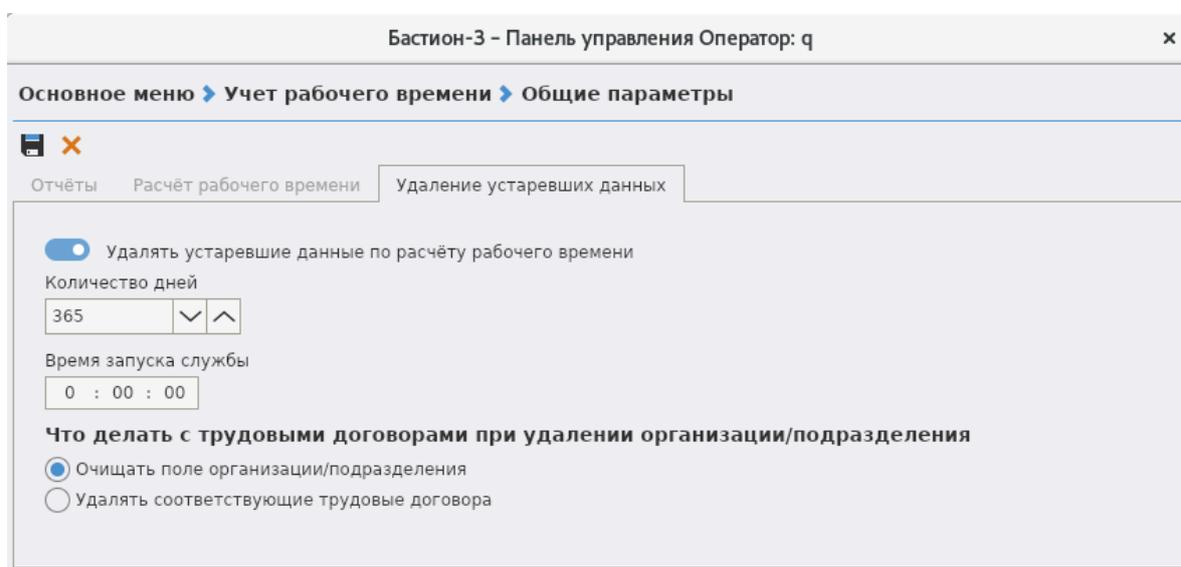

Рис. 6. Форма общих параметров, закладка «Удаление устаревших данных»
На закладке «Удаление устаревших данных» задается время запуска службы по очистке старых данных по УРВ, количество дней, за которые следует продолжать хранить ранее рассчитанное отработанное время, а также определяется правило работы с трудовыми договорами при удалении организации/подразделения (Рис. 6).
**Внимание!** Проверка на необходимость удаления устаревших данных производится всякий раз при перезапуске системной службы ПК «Бастион-3» («Бастион-3: локальный агент»). Если при этом удаление устаревших данных отключено, то следующая проверка будет производиться в 00:25 на следующий день. Если в очередную проверку будет установлено, что функция удаления устаревших данных активирована, то далее запуск службы будет производиться в установленное в настройках время (см. Рис. 6), а не в 00:25.